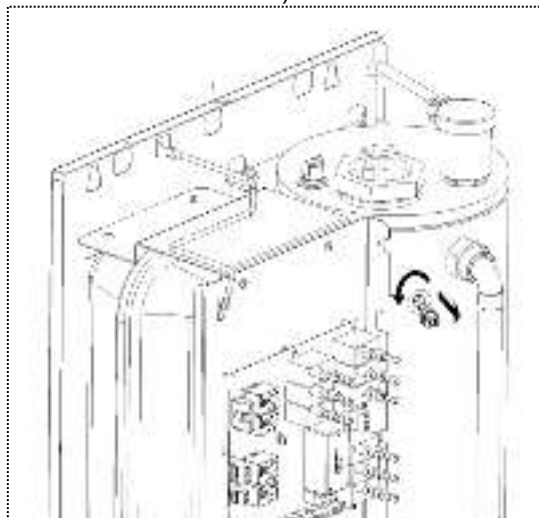

Рисунок 13. Замена датчика температуры
- 2) Выверните датчик температуры (см. рис. 13).